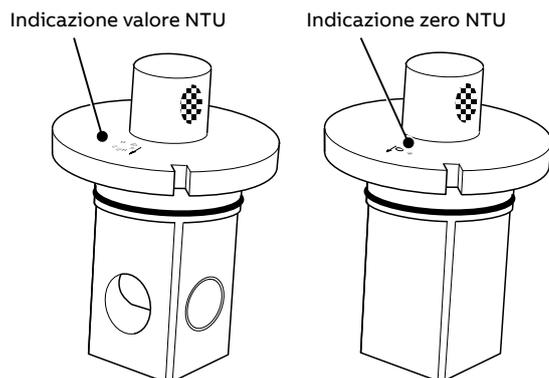
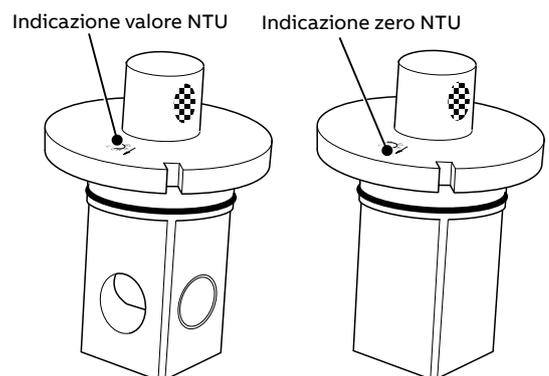
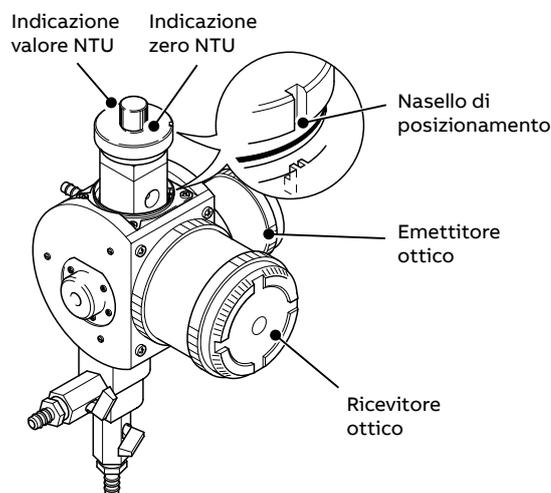

Figura 12 Standard di taratura a secco per sensori di bassa gamma
Figura 13 Standard di taratura a secco per sensori di alta gamma
Figura 14 Inserimento dello standard a secco
- 9 Inserire lo standard di taratura a secco con l'indicazione zero NTU (fare riferimento alla Figura 12 o Figura 13) rivolta verso il ricevitore ottico, accertandosi che il nasello di posizionamento si innesti correttamente. Fare riferimento alla Figura 14.